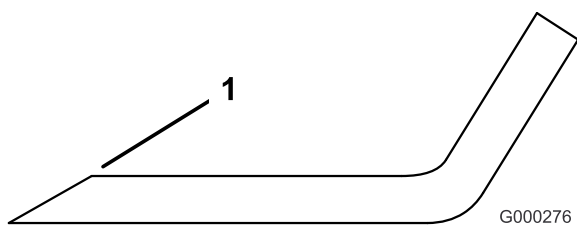

Figure 67
- Au moyen d'une lime, aiguissez les tranchants aux deux extrémités de la lame (Figure 67) Veillez à conserver l'angle de coupe d'origine. Limez la même quantité de métal sur chacun des deux tranchants pour ne pas déséquilibrer la lame.